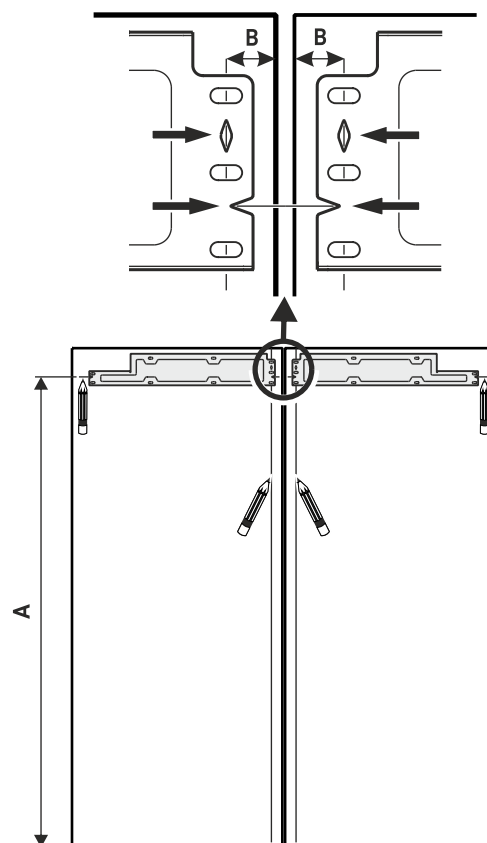

Fig. 27
- Označte čáru ve vzdálenosti Fig. 27 (A).
- Označte čáru ve vzdálenosti Fig. 27 (B) od vnitřní strany čela nábytku.
- Každý upevňovací úhelník vyrovnejte podle vzdálenosti Fig. 27 (A) a připevněte jej nejméně šesti šrouby 4x16.